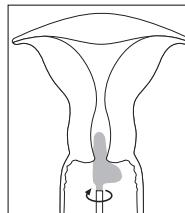

Fig. 2
4. Tenendo il tampone in questa posizione, ruotare il tampone 3 volte in senso orario e 3 volte in senso antiorario, assicurandosi che il segmento lungo della „L“ sia in contatto con il canale cervicale e il segmento corto della „L“ ruoti attorno alla zona ectocervicale; vedere Fig. 2.